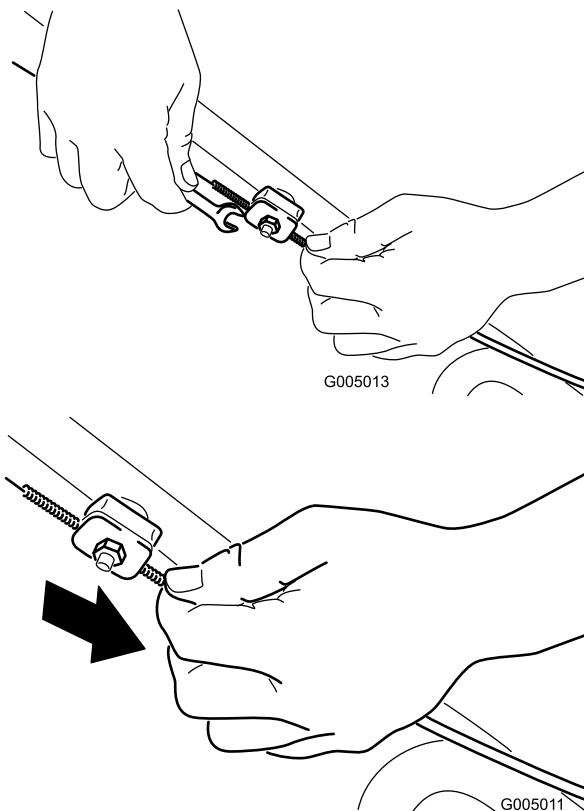

Figura 27
- Afloje la tuerca del soporte del cable (Figura 27).
- Tire hacia abajo de la cubierta del cable (hacia el cortacésped) hasta eliminar la holgura en el cable (Figura 27).